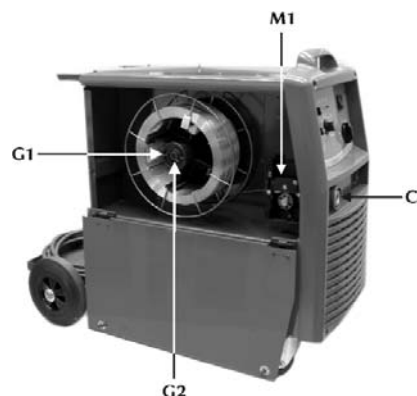

Fig.2
- a) Ligar a tocha mig na conexão (C1 fig.2), prestando especial atenção em aparafusar completamente o anel de fixação.
- d) Desparafusar o aro (G1 fig.2) do carreto porta-bobina e inserir a bobina de maneira que, puxando a extremidade externa do fio, esse rode no sentido anti-horário. Faça entrar no alojamento também o pino do carreto, recolocar o aro (G1 fig.2) em posição e regular o parafuso de fricção (G2 fig.2).
- e) Desbloquear o suporte de arrastamento do motorredutor (M1 fig.2) introduzindo a extremidade do fio no casquilho guia fio e, fazendo-o passar sobre o rolo, na conexão da tocha. Bloquear na sua posição o suporte de arrastamento controlando que o fio tenha entrado na gola dos rolos.